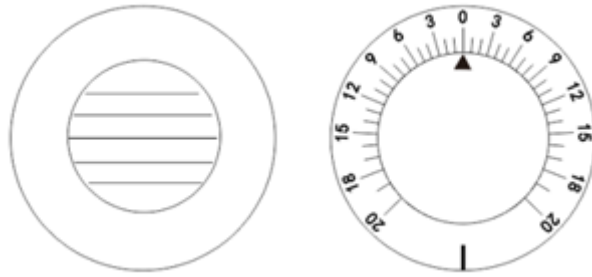
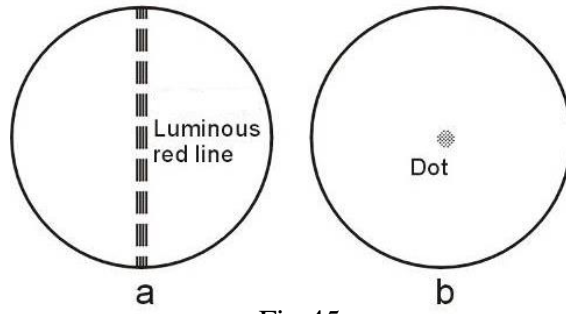
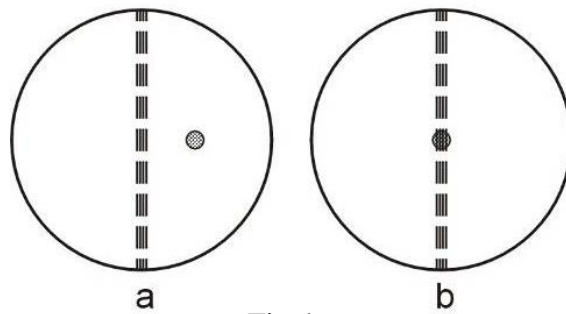
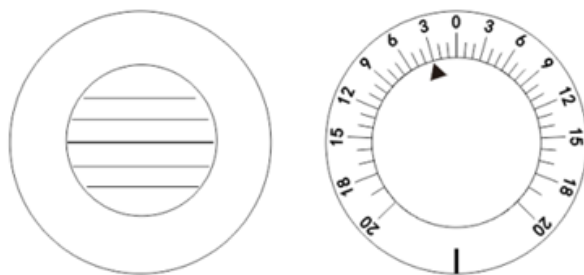

Fig.44
Fig.45
Fig.46
Fig.47
(1) Metoda tijei Maddox și prisme rotative
A. Mai întâi efectuați măsurarea foriei orizontale. Procedați conform (1) metodei cu prisme rotative descrise în 6.8.5 Testul echilibrului binocular. Rotiți butonul de rotație a lentilei auxiliare ②, și puneți ochiul drept pe MRRH (Fig.44). Rotiți butonul de rotație a prisme ① cu setarea 0 pe simbolul triunghi orientat spre ochiul stâng. Aprindeți o mică lumină de fixare în poziția în care este proiectată diagrama. Acum, ochiul drept al lui Testee poate vedea o linie verticală roșie (vezi Fig.45 a), iar ochiul său stâng poate vedea un punct luminos (vezi Fig.45 b). Ele sunt probabil (a) sau (b) din Fig.46. Punctul luminos se va mișca și atunci când butonul de rotație al prisme ① este întors. Apoi cereți pacientului să spună când vede imaginea prezentată în Fig.46 b. Rezultatul testului este prezentat în Fig.47. Scala de rotație a prisme este afișată ca 2. Rezultatul $2\Delta I$ (baza spre interior) reprezintă o înclinare de 2Δ spre exterior.